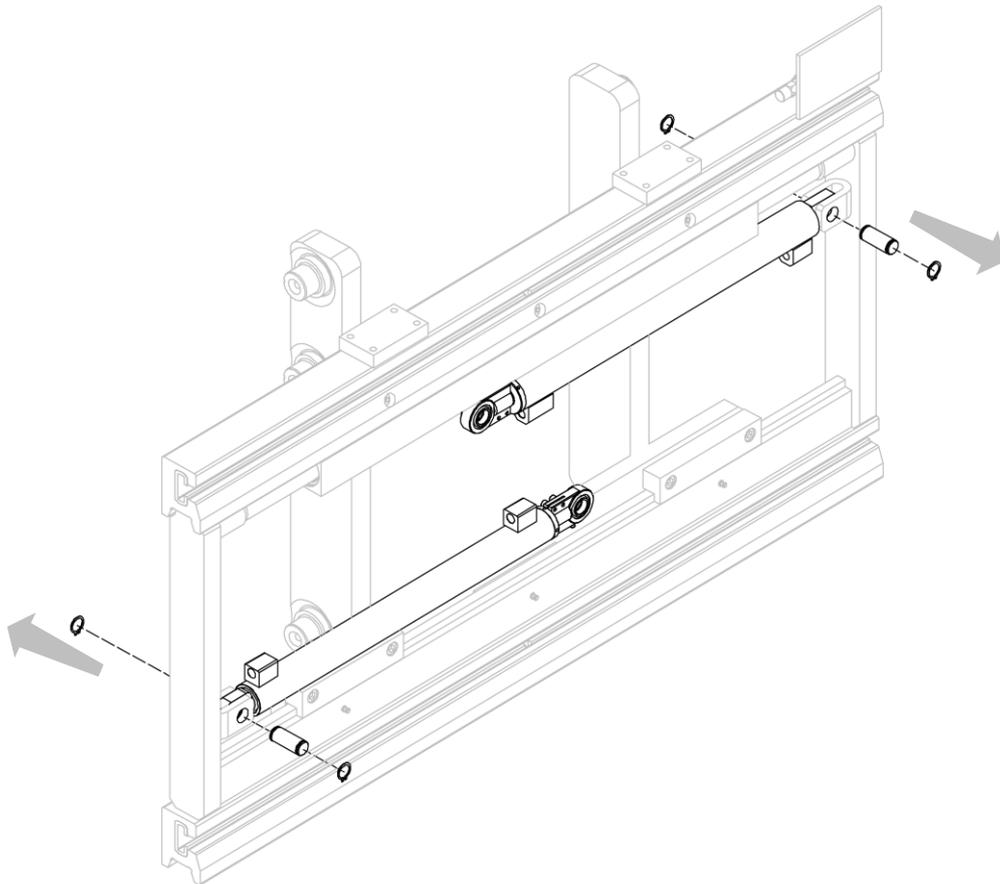

Figura 29
3. Rimuovere, uno per volta, i cilindri dopo aver rimosso i relativi perni e anelli elastici che li vincolano alla struttura dell'attrezzatura (vedi *Figura 29*).